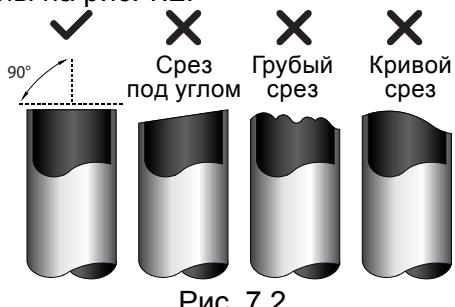

Рис. 7.2
- Труба должна быть отрезана строго под углом 90°. Примеры неправильной обрезки показаны на рис. 7.2.